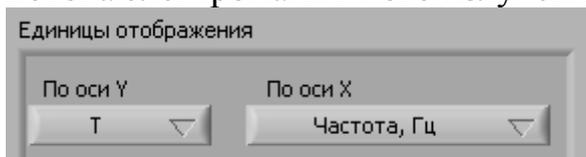

Рис. 8. Выбор единиц отображения
С помощью селекторов группы 7 (рис.8) выбираются единицы отображения спектра на графике по осям X и Y. По оси X можно выбрать единицы отображения «Частота» или «Лучевая скорость» (относительно местного стандарта покоя в случае введенных координат обсерватории и источника), а по оси Y - интенсивность измеренного сигнала в Ваттах на входе анализатора (W), интенсивность измеренного сигнала в Ваттах с пересчетом ко входу РПУ (Wa), шумовая температура сигнала в Кельвинах (T), плотность потока электромагнитного излучения в Янских (J).